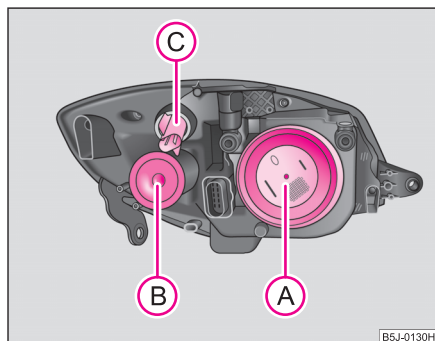

Fig. 171 Farurile din față: Poziția becurilor
Poziția becurilor în farurile din față ⇒ fig. 171.
- Scoateți capacul de protecție (A) ⇒ fig. 171. ▶
- Rotiți dulia becului © spre stânga ⇒ pagina 243, fig. 171 și scoateți dulia împreună cu becul.
- Scoateți capacul de protecție (B) ⇒ pagina 243, fig. 171.